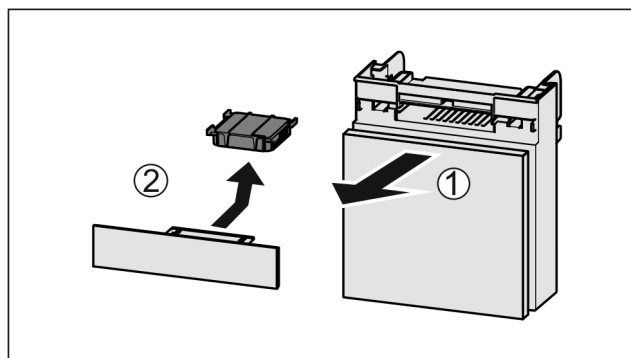

Fig. 68
- Fach nach vorne herausziehen Fig. 68 (1).
- Aktivkohlefilter entnehmen Fig. 68 (2).